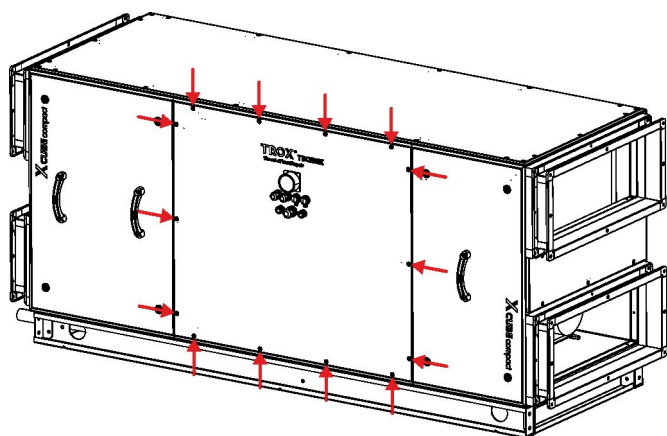

Рис. 24: Центральные панели инспекционного доступа
4. ▶ Открутите винты (Рис. 24/стрелки) на центральной панели инспекционного доступа на фронтальной стороне.